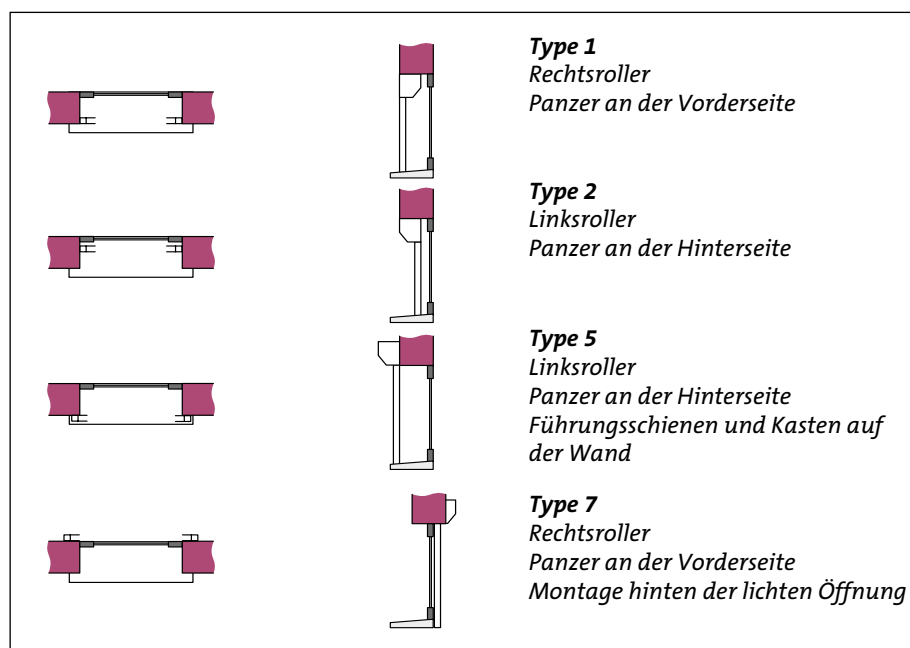

Abb. 3 : Montage als Vorsatzrollladen
- Es gibt 4 Montagemöglichkeiten als Vorsatzrollladen: Montagetyp 1, 2, 5 und 7, siehe Abb. 3